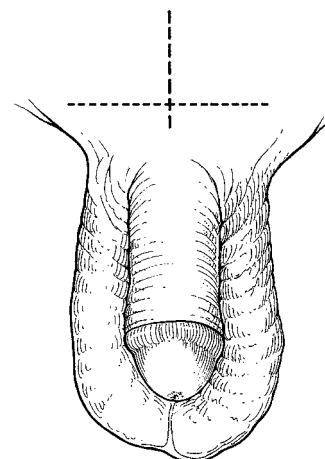

Рисунок 4-1. Подлобковый доступ. Определение места разреза
**Подлобковый доступ.** Сделайте продольный или поперечный разрез длиной от 4 см до 5 см в области лобкового симфиза (**рисунок 4-1**). Следите за тем, чтобы не повредить срединный сосудисто-нервный пучок.